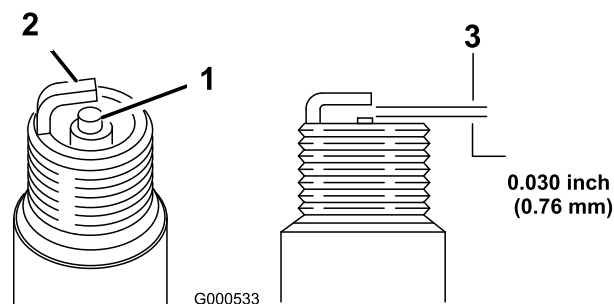

Figura 25
5. Ajuste el espacio entre los electrodos a 0.76 mm (0.030"); consulte Figura 25.